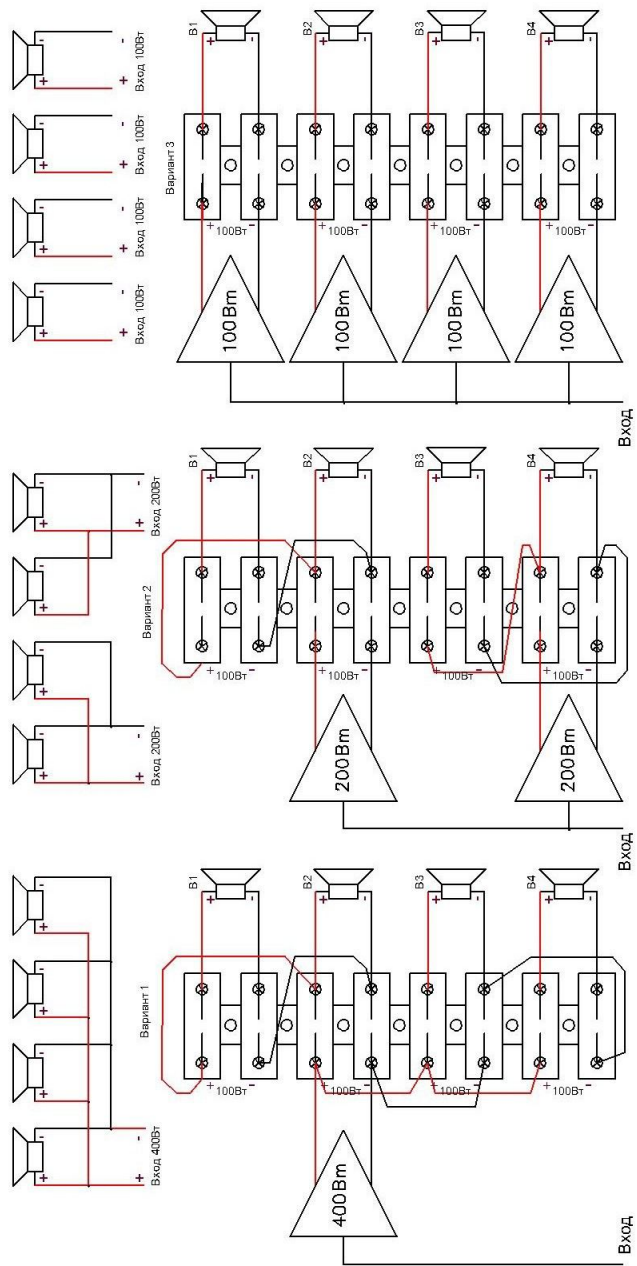

Рис. 1. Варианты схем подключения СГР
4.3. Подключите ОПР к звуковой сети согласно мощности. Варианты схем подключения, в зависимости от мощности СГР и усилителей, приведены на рис. 1.